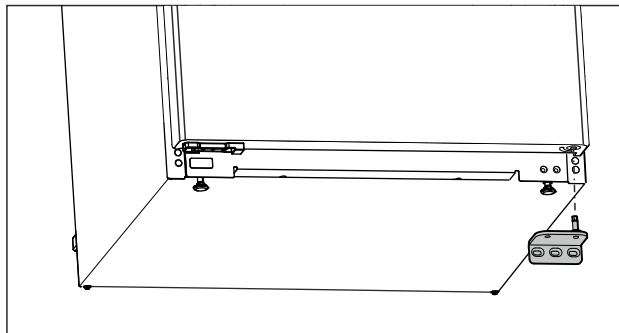

Fig. 8
- ▶ Skinite ležajno postolje prema dolje. (pogledajte Fig. 8)